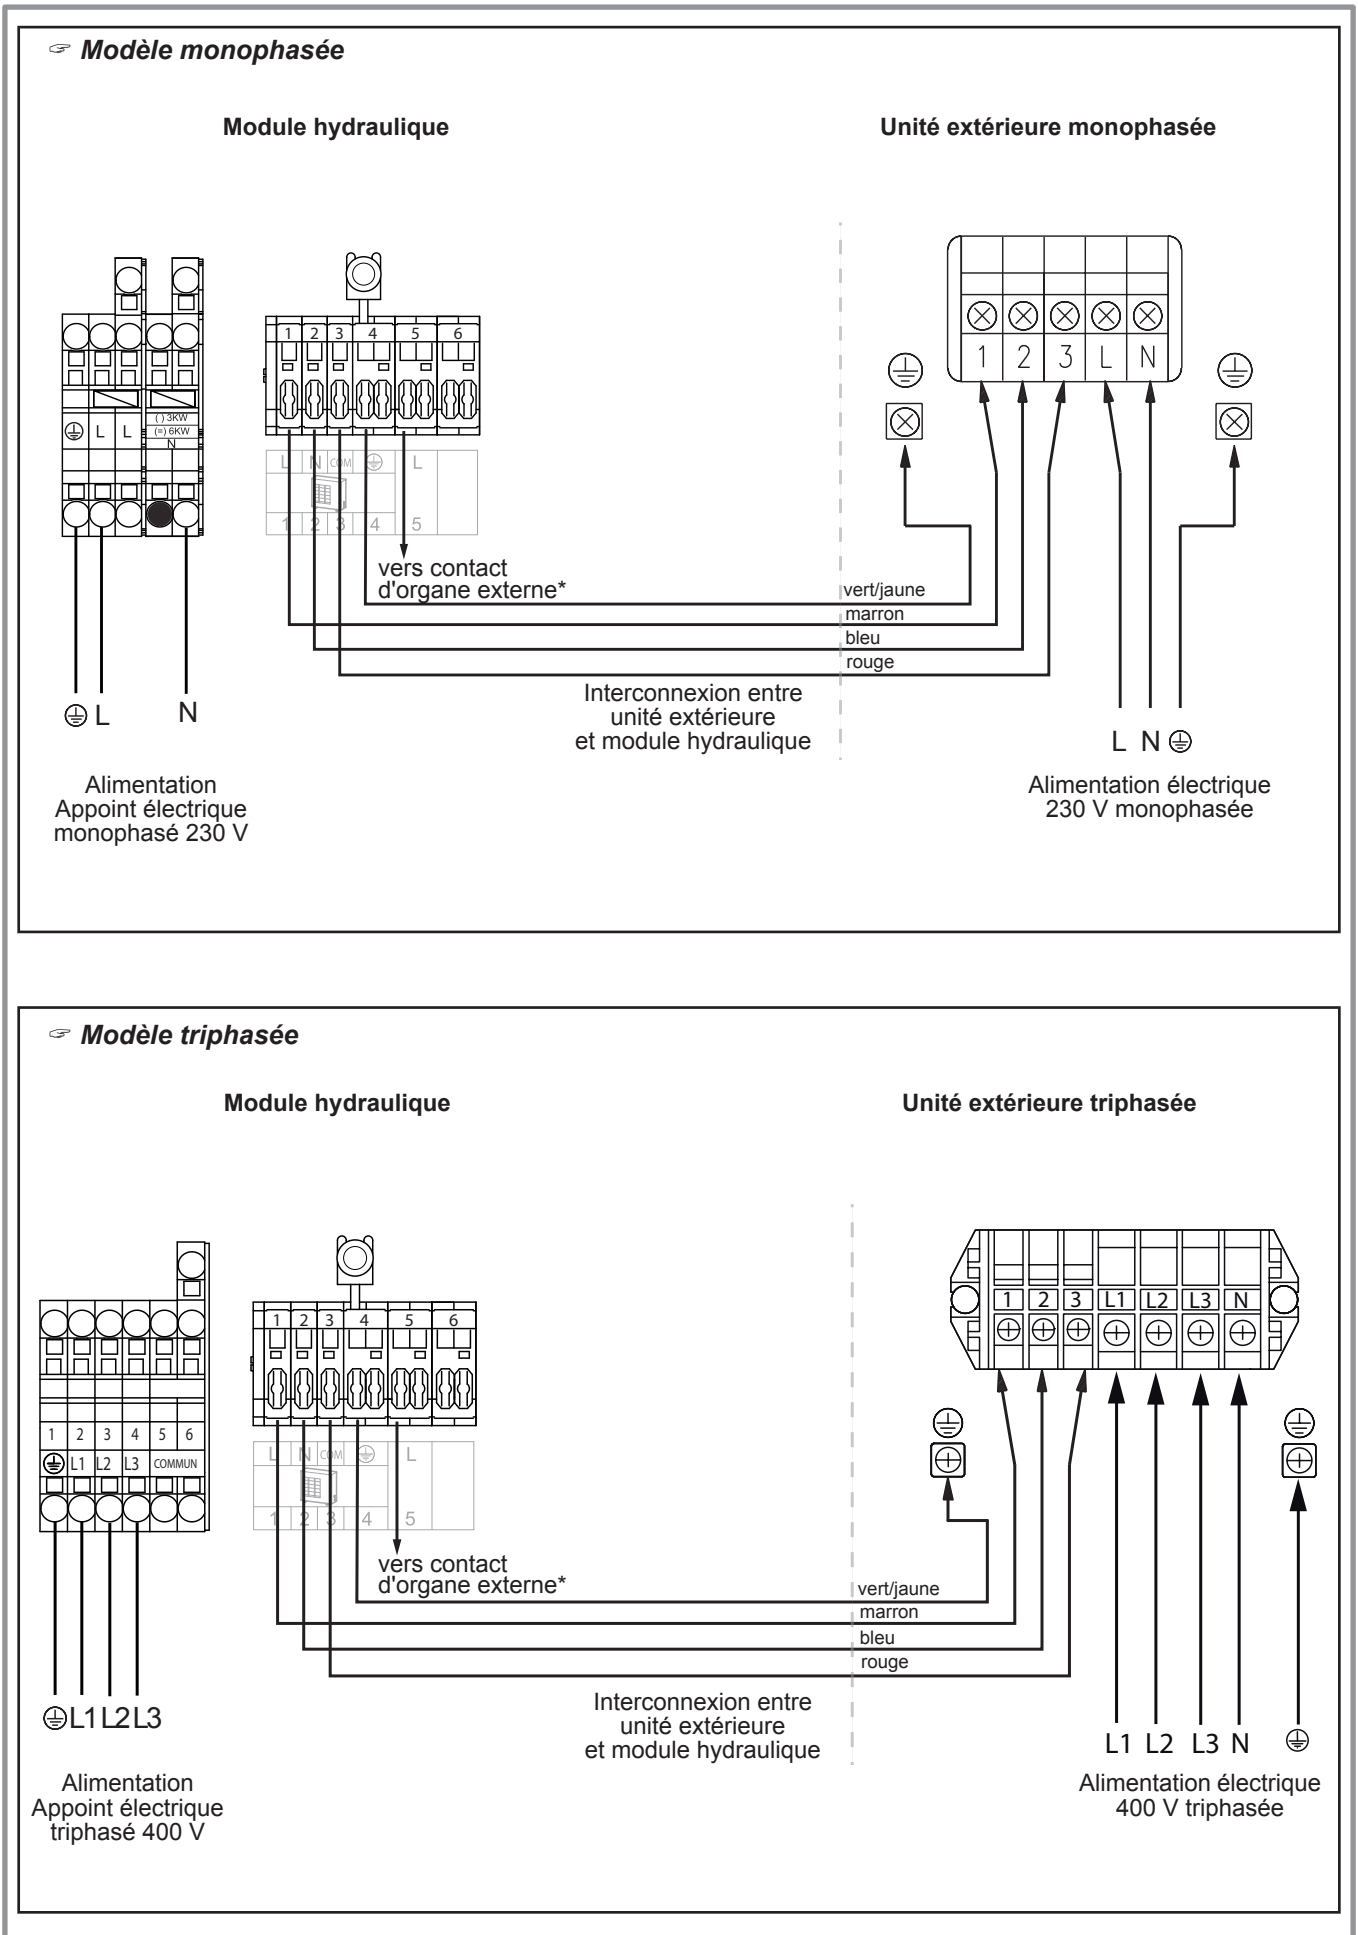

figure 37 - Raccordement aux borniers et relais de puissance
- Effectuer les raccordements suivant le(s) schéma(s) (figure 37, page 39).
- Effectuer les raccordements suivant le schéma (figure 37).